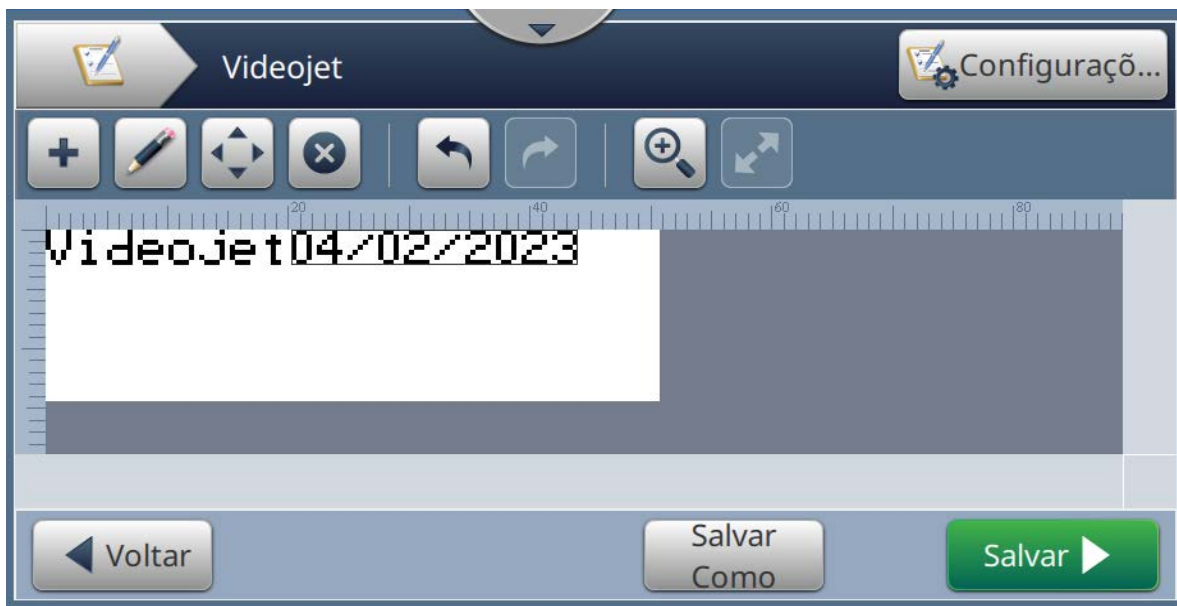

Figura 5-21: Amostra de mensagem
Na seção abaixo, o usuário é orientado a criar um novo trabalho, como mostra a Figura 5-21, que consiste nos seguintes campos:
10. Selecione o campo e arraste ou use o botão  para mover o campo até o local, como mostra a Figura 5-21 na página 5-40.
22. Selecione o campo e arraste ou use o botão  para mover o campo até o local, como mostra a Figura 5-21 na página 5-40.
30. Selecione o campo e arraste ou use o botão  para mover o campo até o local, como mostra a Figura 5-21 na página 5-40.